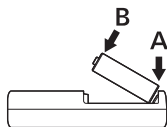

Fig. 2
Insert the batteries from the (-) terminals, and then insert the (+) terminals into the (+) contacts. (fig 2)
- 1) Afin de garantir la bonne polarité, assurez-vous que les bornes (+) et (-) des piles correspondent aux repères (+) et (-) du chargeur. Insérer les piles en commençant par les bornes (-), puis insérer les bornes (+) dans les contacts (+). (Fig. 2)